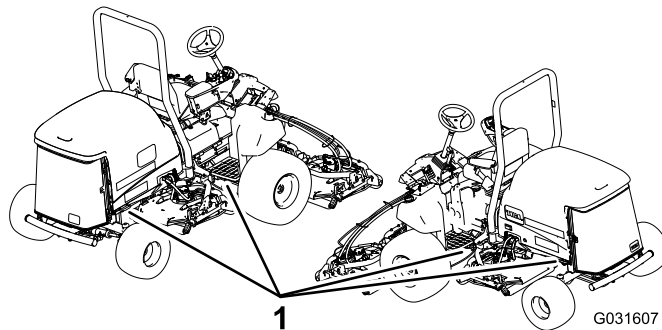

Figura 25
5. Utilice los puntos de amarre metálicos de la máquina (Figura 25) para sujetar la máquina firmemente al remolque o al camión con correas, cadenas, cables o cuerdas.